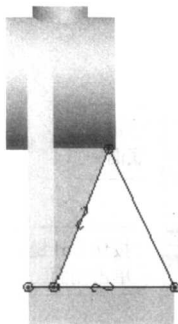

图 1-28 绘制二维草图
(6) 单击  按钮，然后单击【草绘】按钮，直接进入草绘模式。
(7) 在草绘模式下，单击工具栏中的  按钮，选取两个边界，绘制二维草图如图 1-28 所示。在工具栏中单击  按钮，完成草图的绘制工作。